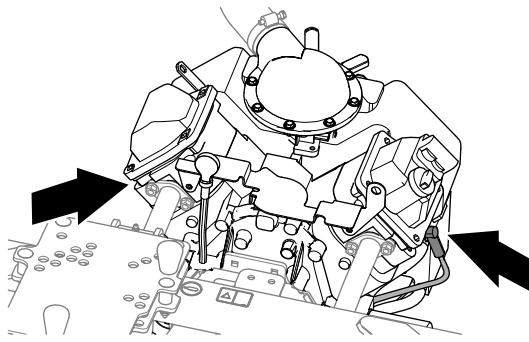

Figura 82
4. Retire los cables de las 2 bujías como se muestra en la Figura 82.